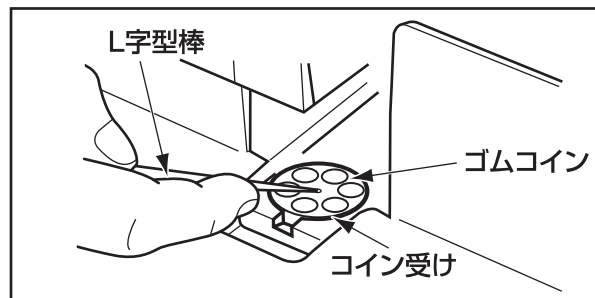

図14
2.付属のL字型棒をゴムコインに軽く刺して持ち上げ、ゴムコインを取り外してください。 図14 参照